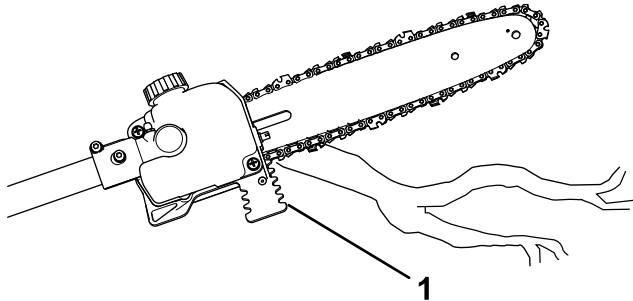

Figura 10
5. Corte con la rama cerca de la parte trasera de la espada, cerca de la guía de corte; presione la cadena de la sierra ligeramente contra la madera y deje que el peso de la sierra de pértiga dirija el corte (Figura 10).